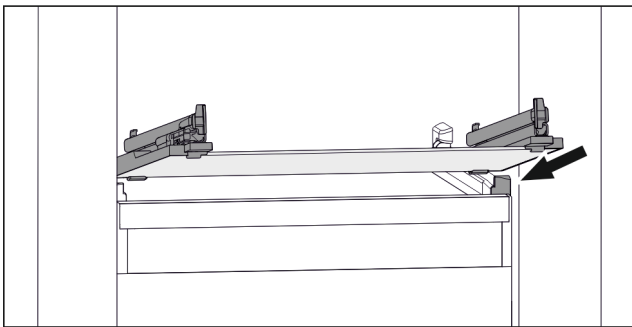

Fig. 66 Примерное отображение стеклянной пластины
- ▶ Наклоняя вниз, установите стеклянную пластину за стопоры. (см. Fig. 66)